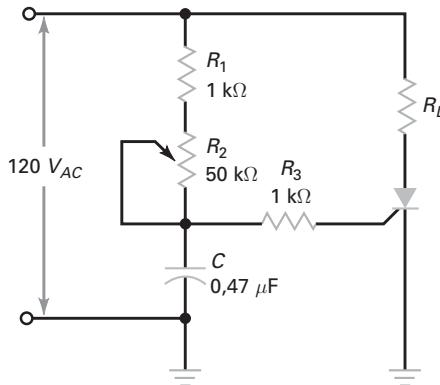

Figura 13-43
- 13-12** O resistor R_2 na Figura 13-43 é ajustado para $4,6 \text{ k}\Omega$. Quais são os ângulos de disparo e de condução aproximados para este circuito? Qual é o valor da tensão CA no capacitor?
- 13-13** Usando a Figura 13-43, quando R_2 é ajustado, quais são os valores dos ângulos de disparo mínimo e máximo?
- 13-14** Quais são os ângulos de condução mínimo e máximo do SCR na Figura 13-43?